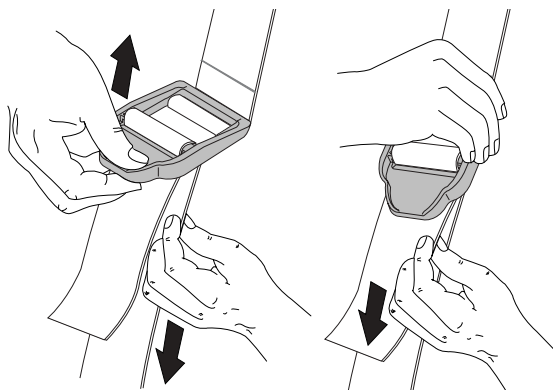

Figure 6
4. Ajuste la longitud de acuerdo a la medida del operador. Tire de la orejeta para alargarlo y tire de la correa para acortarlo (Fig. 6).